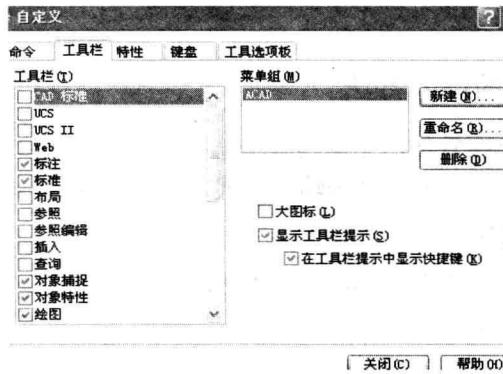

图 1.3
(1) 单击“视图(V)”→“工具栏”命令，弹出如图 1.3 所示的自定义工具栏对话框，在右边菜单组点选 ACAD，则可在左边工具栏勾选需要的图形工具。